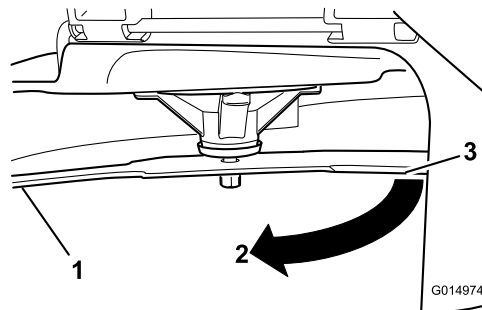

Figura 61
4. Ruotate la stessa lama di 180 gradi in modo che il tagliente opposto si trovi ora nella stessa posizione (Figura 61).